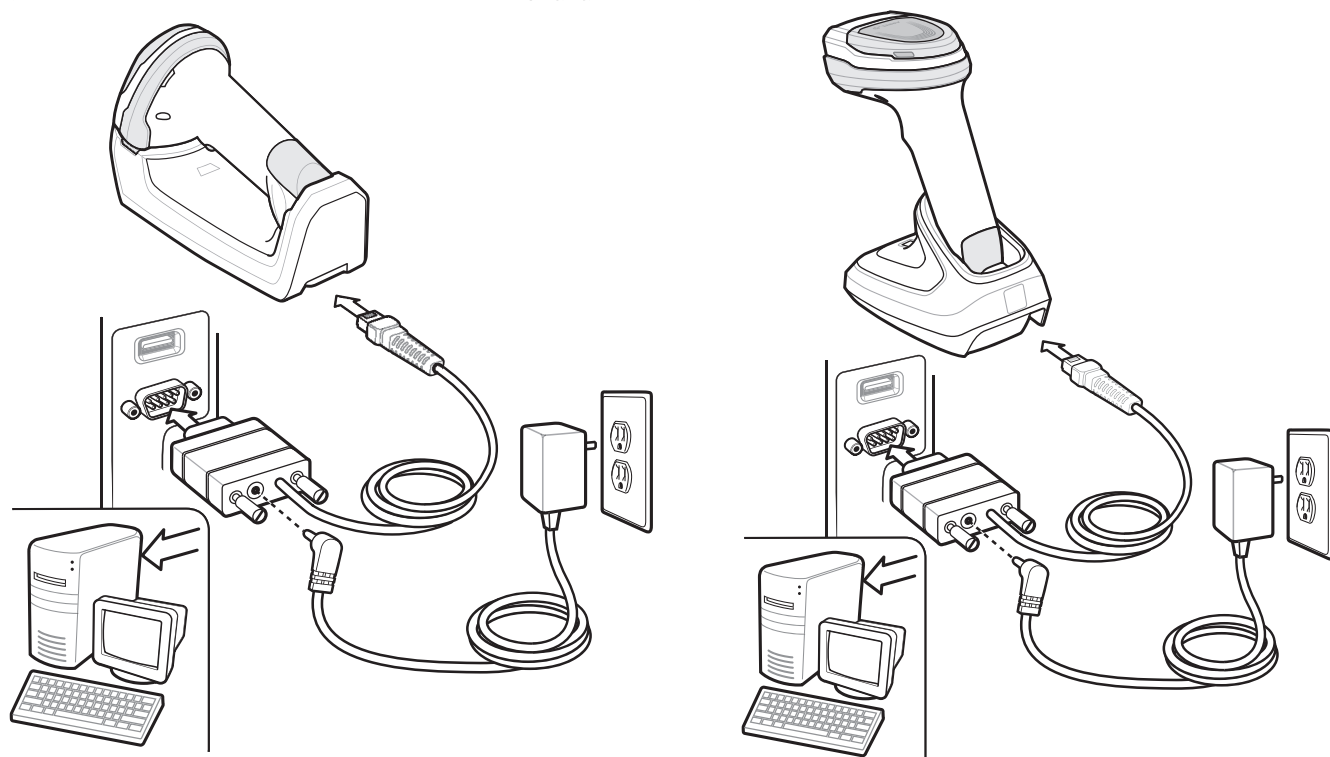

図 10-1 RS-232 直接接続
- ✓ 注 必要なインタフェース ケーブルは、構成に応じて異なります。図 10-1 に示したコネクタは、あくまでも例です。コネクタはイラストと異なる場合がありますが、クレードルに接続する手順は同じです。